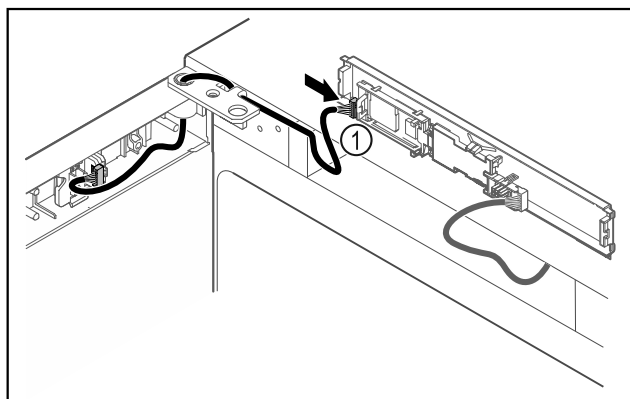

Fig. 39
- Enchufar el conector Fig. 39 (1) en la platina.